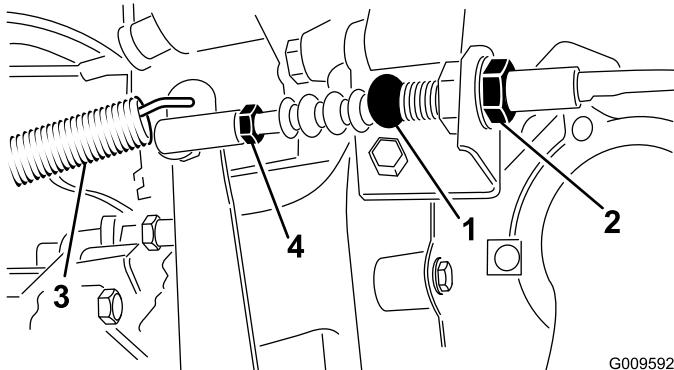

Figura 69
1. Afloje las contratuerca que fijan el cable del embrague al soporte de la carcasa (Figura 69).